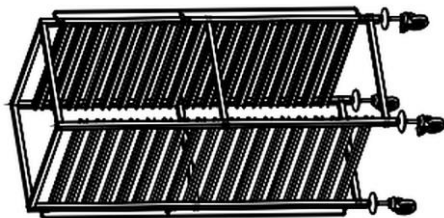

Fig. 2
10. Infine avvitare le rotelle pivotanti ai tubi quadrati delle parti laterali. (Fig. 2)